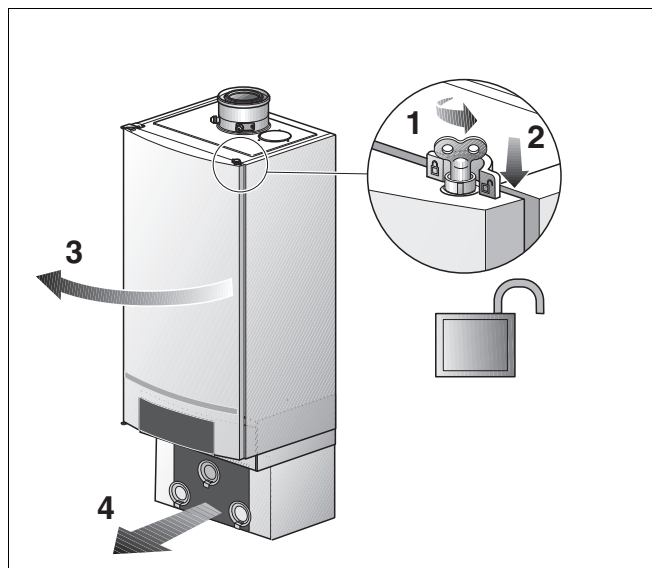

Fig. 22 Deschideți ușa cazanului
- Deschideți zăvorul ușii cazanului cu cheia de aerisire rotind un sfert (fig. 22, lupă).
- Apăsați zăvorul în jos (fig. 22) și deschideți ușa cazanului.